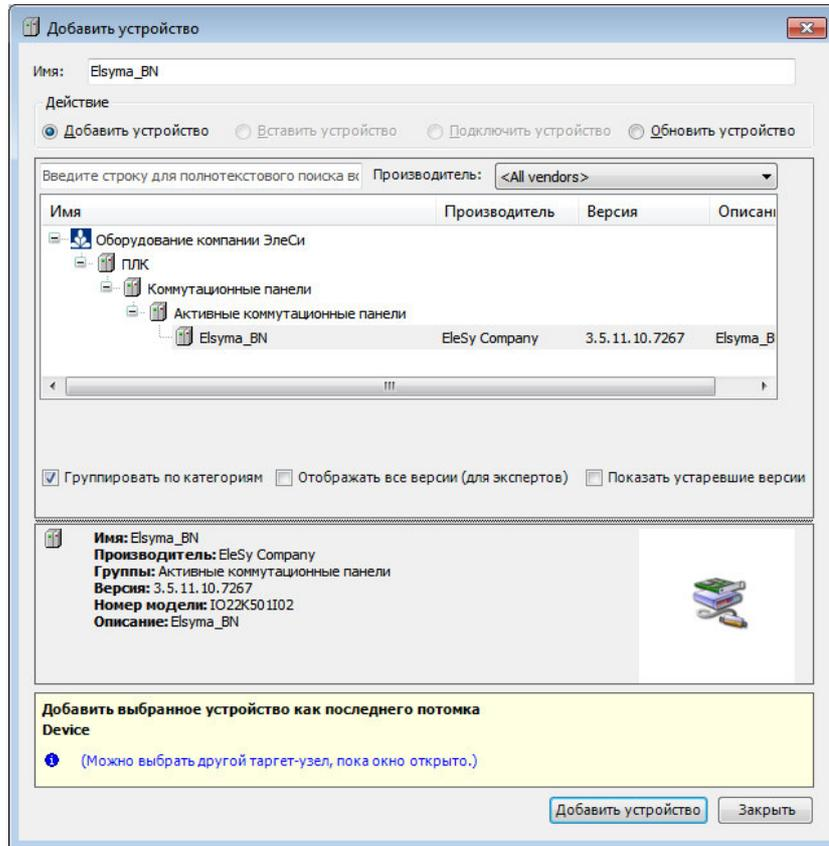

Рисунок 3.6 - Окно добавления устройств
2. В окне «Добавить устройство...» найти группу «Устройство». В поле **Производитель:** следует выбрать *EleSy Company* и выбрать устройство *Elsyma\_BN* после чего нажать кнопку «Добавить устройство...» (рисунок 3.6).